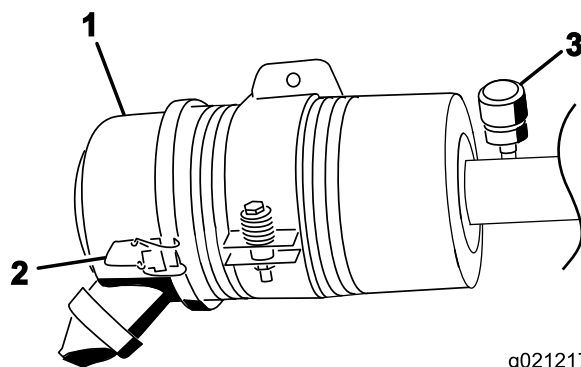

図 80
エアクリーナのフィルタの整備は、インジケータが赤色になってから行ってください (図 80)。早めに整備を行っても意味がありません。むしろフィルタを外したときにエンジン内部に異物を入れてしまう危険が大きくなります。
2. エアクリーナのカバーをボディーに固定しているラッチを外す (図 80)。